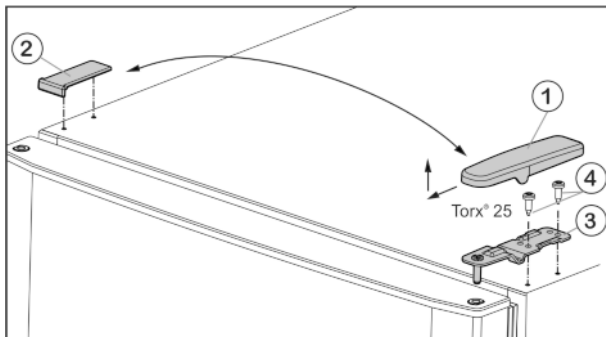

Fig. 5
- ▶ Afdekking Fig. 5 (1) naar voren en omhoog wegtrekken.
- ▶ Afdekking Fig. 5 (2) verwijderen.
- ▶ Bovenste scharnierplaat Fig. 5 (3) losschroeven (2 keer Torx® 25) Fig. 5 (4) en omhoog wegtrekken.
- ▶ Bovenste scharnierplaat Fig. 5 (3) op de nieuwe scharnierzijde in de deur plaatsen.
- ▶ Bovenste scharnierplaat **vastschroeven (met 4 Nm)** (2 keer Torx® 25) Fig. 5 (4). Eventueel een accuboormachine gebruiken.
- ▶ Afdekking Fig. 5 (1) van buitenaf terugplaatsen op de andere zijde en vastklikken.
- ▶ Afdekking Fig. 5 (2) telkens van bovenaf terugplaatsen op de andere zijde en vastklikken.